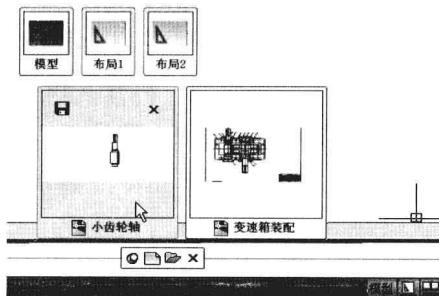

图 4-4-1
(1) 依次打开素材文件“小齿轮轴.dwg”和“变速箱装配.dwg”，在“变速箱装配.dwg”图形文件中单击要剪切或复制的对象，选择菜单命令“编辑／剪切”或“编辑／复制”。
(2) 在状态栏中单击“快速查看图形”按钮，打开所有图形文件缩略图。单击“小齿轮轴.dwg”缩略图，将这个图形文件置为当前操作状态，如图 4-4-1 所示。